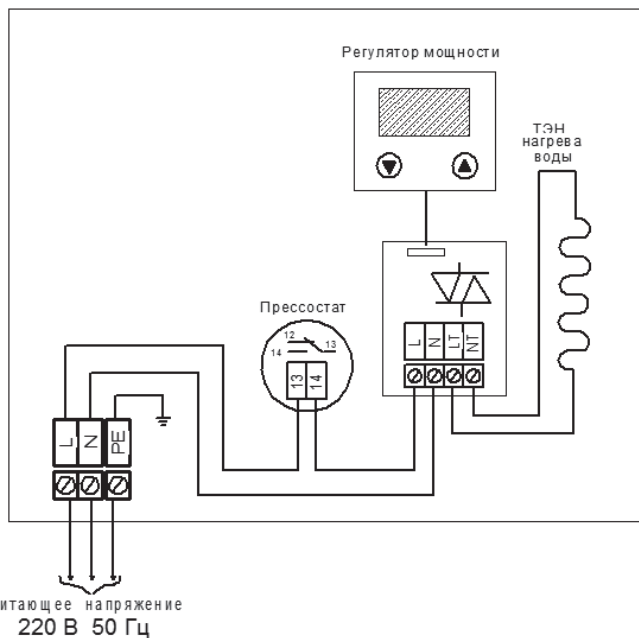

Рис. 3. Электрическая схема подключения запарника
1.4.5. Электрическая схема подключения запарника на рис. 3.
- Снять переднюю панель основания, пропустить электрический кабель для подключения через кабельный ввод с задней стороны Изделия и через технический зазор в корпусе между баком и наружной стенкой. Выполнить подключения Изделия к электрической сети в соответствии с настоящим Руководством по эксплуатации и электрической схемой (Рис.3). Установить на место декоративную переднюю панель основания.